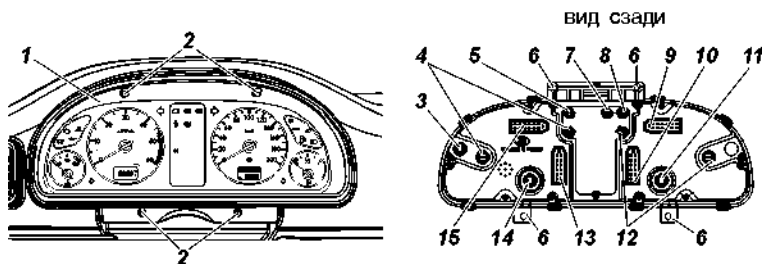

Рис. 9.52. Комбинация приборов:
**Комбинация приборов.** Для замены ламп подсветки или контрольных ламп включения указателей поворота необходимо снять комбинацию приборов: отверните винты 2 (рис. 9.52), снимите облицовку 1, отверните четыре винта крепления комбинации приборов, выньте ее, отсоединив колодки жгутов проводов. Поверните против часовой стрелки патрон лампы и выньте патрон с лампой в сборе.